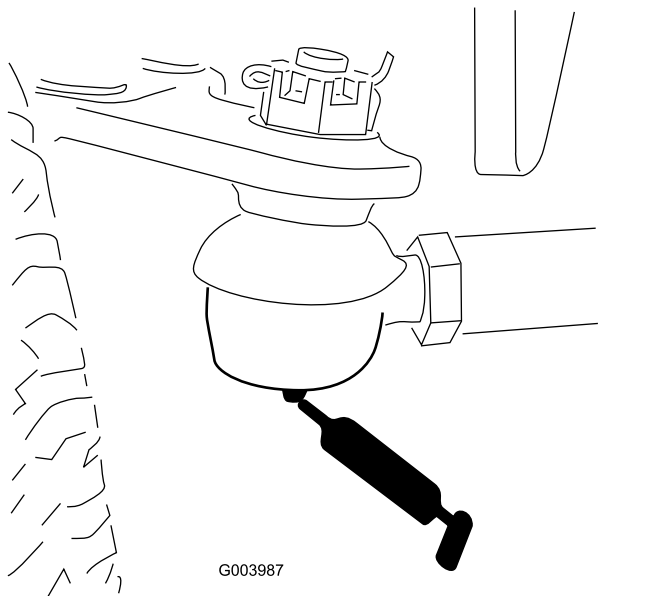

Figura 31
- Barra de ligação do eixo traseiro (2) – Figura 31